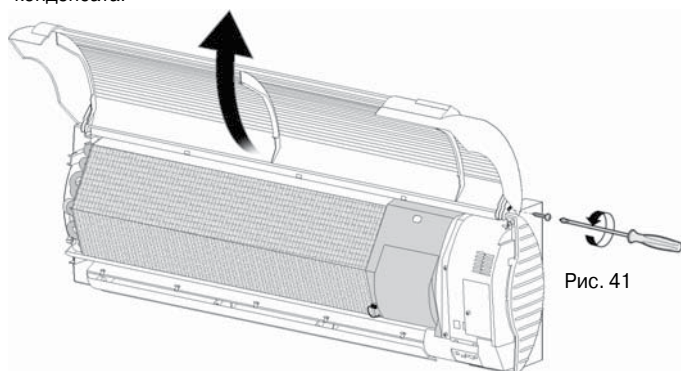
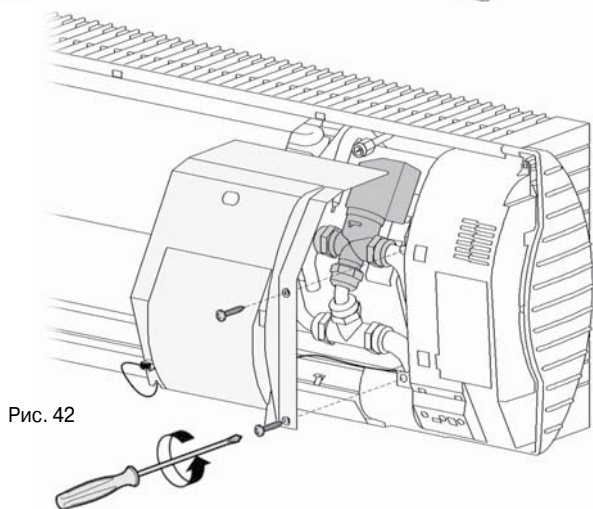

Рис. 41
Рис. 42
Отключите агрегат, поднимите лицевую панель агрегата (рис. 41), снимите крышку клапана (рис. 42) и проверьте состояние системы отвода конденсата.
- Отключите агрегат, поднимите лицевую панель агрегата (рис. 41);
- Отключите агрегат, поднимите лицевую панель агрегата (рис. 41).
- Снимите крышку клапана на типоразмерах 33-44 (рис. 42).